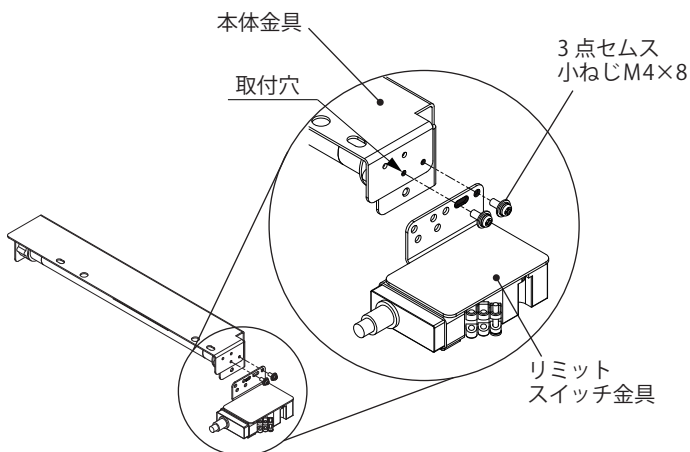

図 11
1. リミットスイッチ金具にある3点セムス小ねじ M4×8 (2か所) を取り外してください。(図 11)
2. 本体金具とリミットスイッチ金具を3点セムス小ねじ M4×8 (2か所) にて取り付けてください。(図 11)